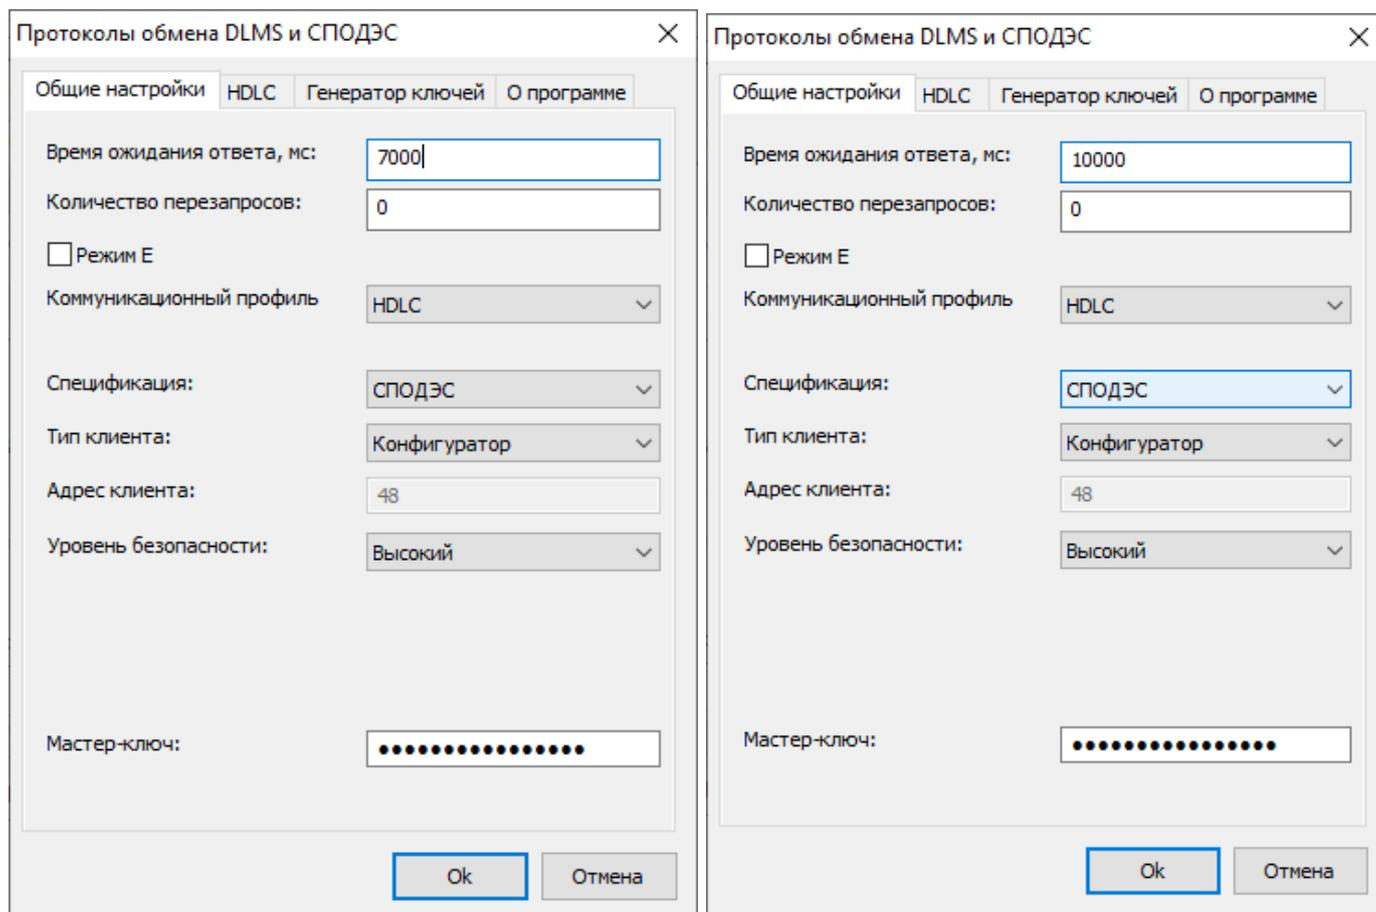

Рисунок 46 – Настройки протокола обмена IEC 62056 DLMS/COSEM с поддержкой спецификации СПОДЭС, при обмене с паролем конфигуратора, для различных каналов связи
5.3.7.7 Для протокола СПОДЭС (IEC 62056 DLMS/COSEM) при обмене с паролем конфигуратора в зависимости от типа используемого канала связи установить значения настроек протокола (см. рисунок 46):